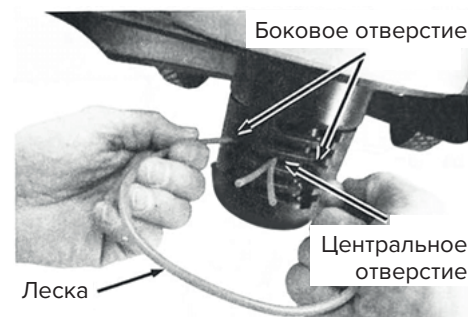

Рис. 3
1. Вставьте концы лески в боковые отверстия в диске (рис. 3).